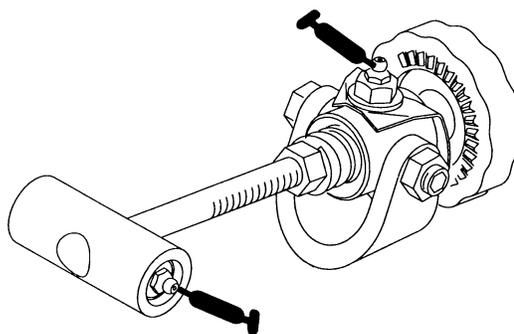
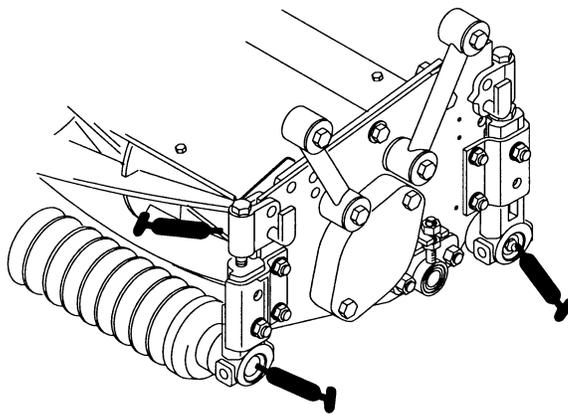

Figure 6
Figure 7
1. Posizione e numero di ingrassatori: regolatore della controlama (2) (Fig. 6); cuscinetti del cilindro (all'interno della piastra laterale) (2), e rulli anteriore e posteriore (2 cad.) (Fig. 7).